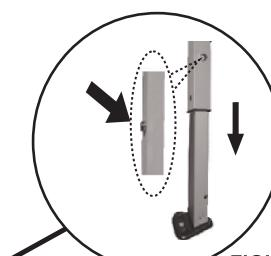
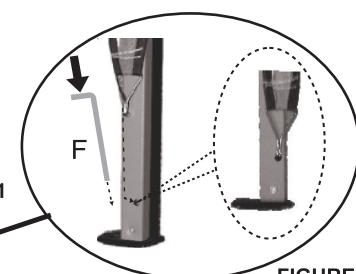

FIGURE 1
FIGURE 2
EN_1)Step on the plastic base of the leg. Adjust the canopy height by lifting the leg until it locks into place (Fig. 1). Repeat for the remaining five legs.
2)Hook the fabric of the legs to the bottom hole on the inside pole (Fig. 2).
ES_1) Pise la base plástica de la pierna. Ajuste la altura de la capota levantando la pata hasta que encaje en su lugar (Fig. 1). Repita para las cinco patas restantes.
2) Enganche la tela de las patas en el orificio inferior del poste interior (Fig. 2).
IT_1) Salire sulla base in plastica della gamba. Regolare l'altezza della capottina sollevando la gamba finché non si blocca in posizione (Fig. 1). Ripetere per le restanti cinque gambe.**2)**Agganciare il tessuto delle gambe al foro inferiore del palo interno (Fig. 2).
EN 1) Insert one steel stake (F) into a hole on the plastic base of the leg (Fig. 1). Secure the canopy to the ground. Repeat for the five remaining bases.
2) Tie the rope (E) to the plastic ring on the corner of the canopy fabric (Fig.2). Tie the other end to the round stake (Fig. 3). Adjust the tightness of all six ropes for additional support.
ES 1) Inserte una estaca de acero (F) en un agujero en la base plástica de la pata (Fig. 1). Asegure el dosel al suelo. Repita para las cinco bases restantes.
2) Ate la cuerda (E) al anillo de plástico en la esquina de la tela del dosel (Fig.2). Ate el otro extremo a la estaca redonda (Fig. 3). Ajuste la tensión de las seis cuerdas para obtener soporte adicional.
IT 1) Inserire un picchetto in acciaio (F) in un foro sulla base in plastica della gamba (Fig. 1). Fissare il baldacchino a terra. Ripetere per le cinque basi rimanenti. 2) Legare la fune (E) all'anello di plastica sull'angolo del telo della capottina (Fig.2). Lega l'altra estremità al paletto rotondo (Fig. 3). Regola la tensione di tutte e sei le corde per un supporto aggiuntivo.